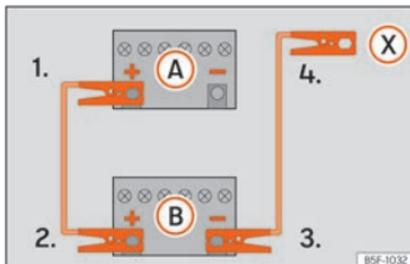

Abb. 82 Anschlusschema für Fahrzeuge ohne Start-Stopp-System.
zeugs mit der entladenen Fahrzeugbatterie (A) »» **Abb. 82.**
3. Klemmen Sie das andere Ende des roten Starthilfekabels an den Pluspol (+) des Strom gebenden Fahrzeugs (B).
- 4a. Bei Fahrzeugen ohne Start-Stopp-System: klemmen Sie ein Ende des schwarzen Starthilfekabels an den Minuspol (-) des stromgebenden Fahrzeugs (B) »» **Abb. 82.**